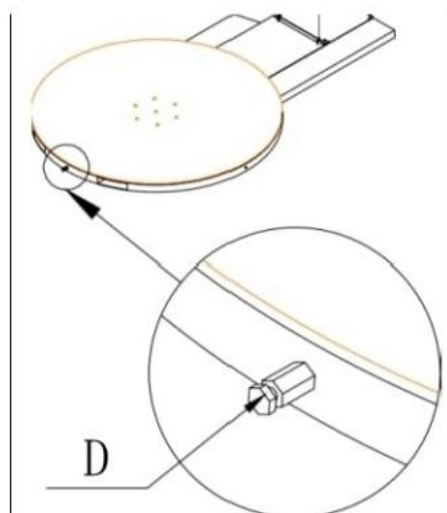

图2-11
- 3). 图 2-11 中 的D 为附属件斜坡体的固定螺钉。如有斜坡体，则将斜坡体下面的缺口插入固定螺钉 D 即可。